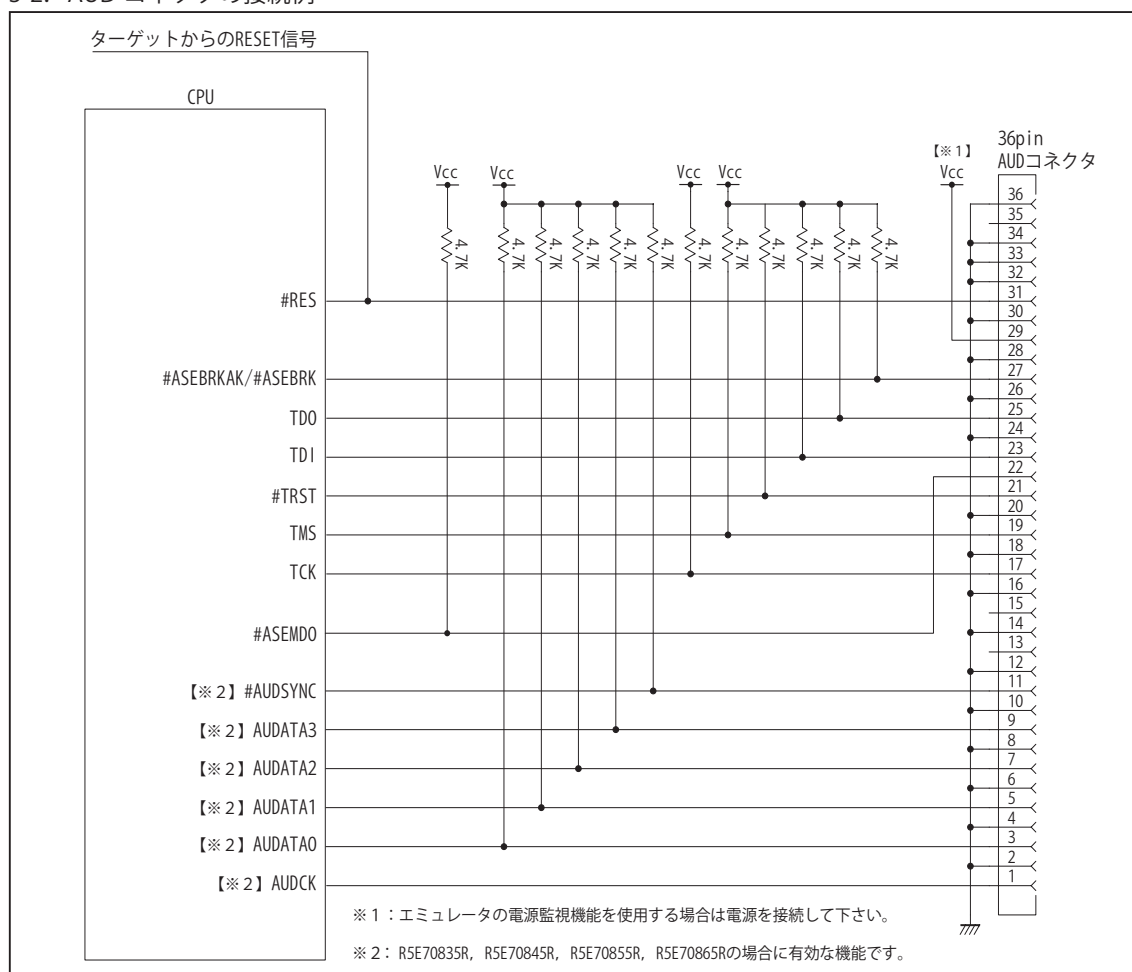

図 4. AUD コネクタ接続図
- ・ 図 4 に記載されている抵抗値は参考値です。
第 3 版：2006.05/13 ・図 3, 図 4 の #TRSR 信号のプルダウン抵抗をプルアップに変更。